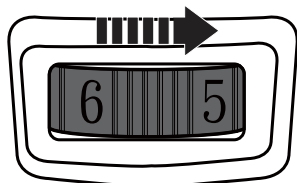

Fig. 14
- > Mova o seletor de velocidade (1) para a direita (desde a perspectiva do utilizador) para aumentar a velocidade máxima (Fig. 14). Uma velocidade rápida é adequada para lixar com uma folha de lixa de grão fino para obter um acabamento fino.